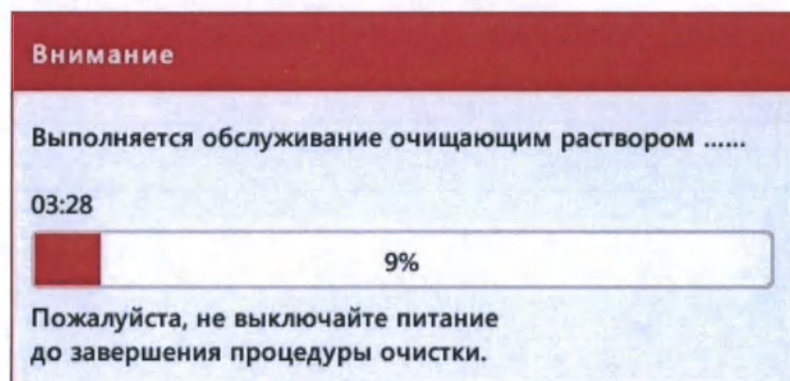

Рис.5.8-3 Информационное окно при выключении анализатора
4. После аспирации очищающего раствора он переносится в камеры счёта клеток, и на экран выводится новое информационное окно с полосой прогресса и обратным отчётом времени до окончания процесса депротеинизации апертур и промывки камер счёта изотоническим реагентом (Рис.5.8-3).